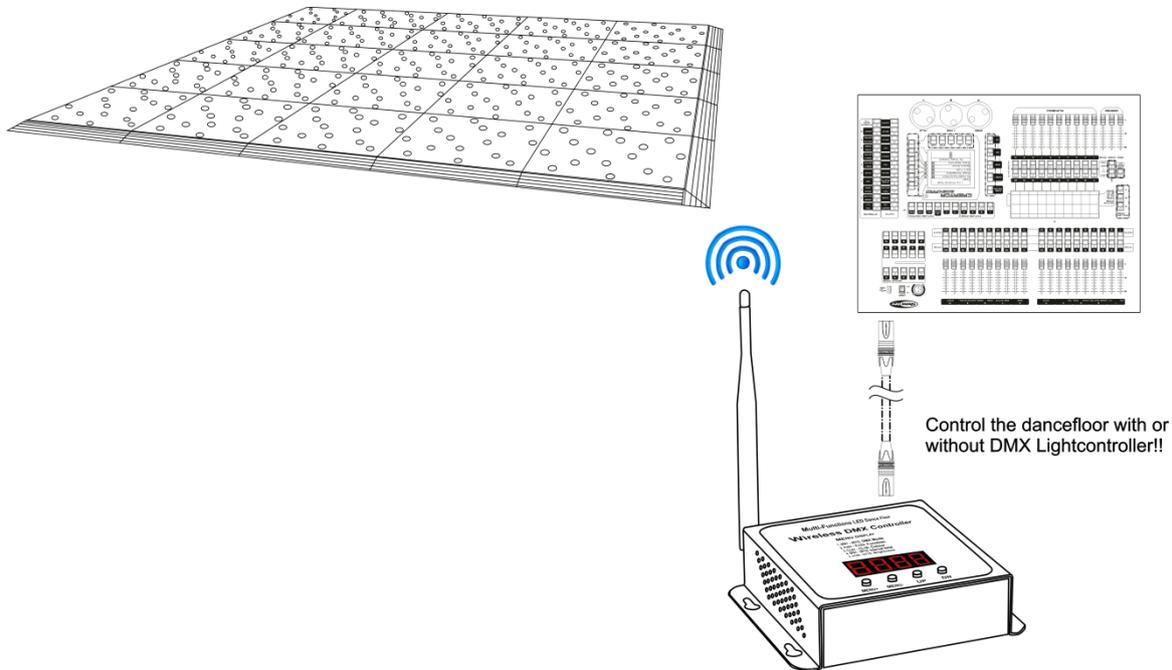

Abb. 12
- 03) Steuern Sie den Dancefloor mit der Dancefloor Sparkle DMX Box oder dem DMX-Lichtpult (siehe Abbildung 12).